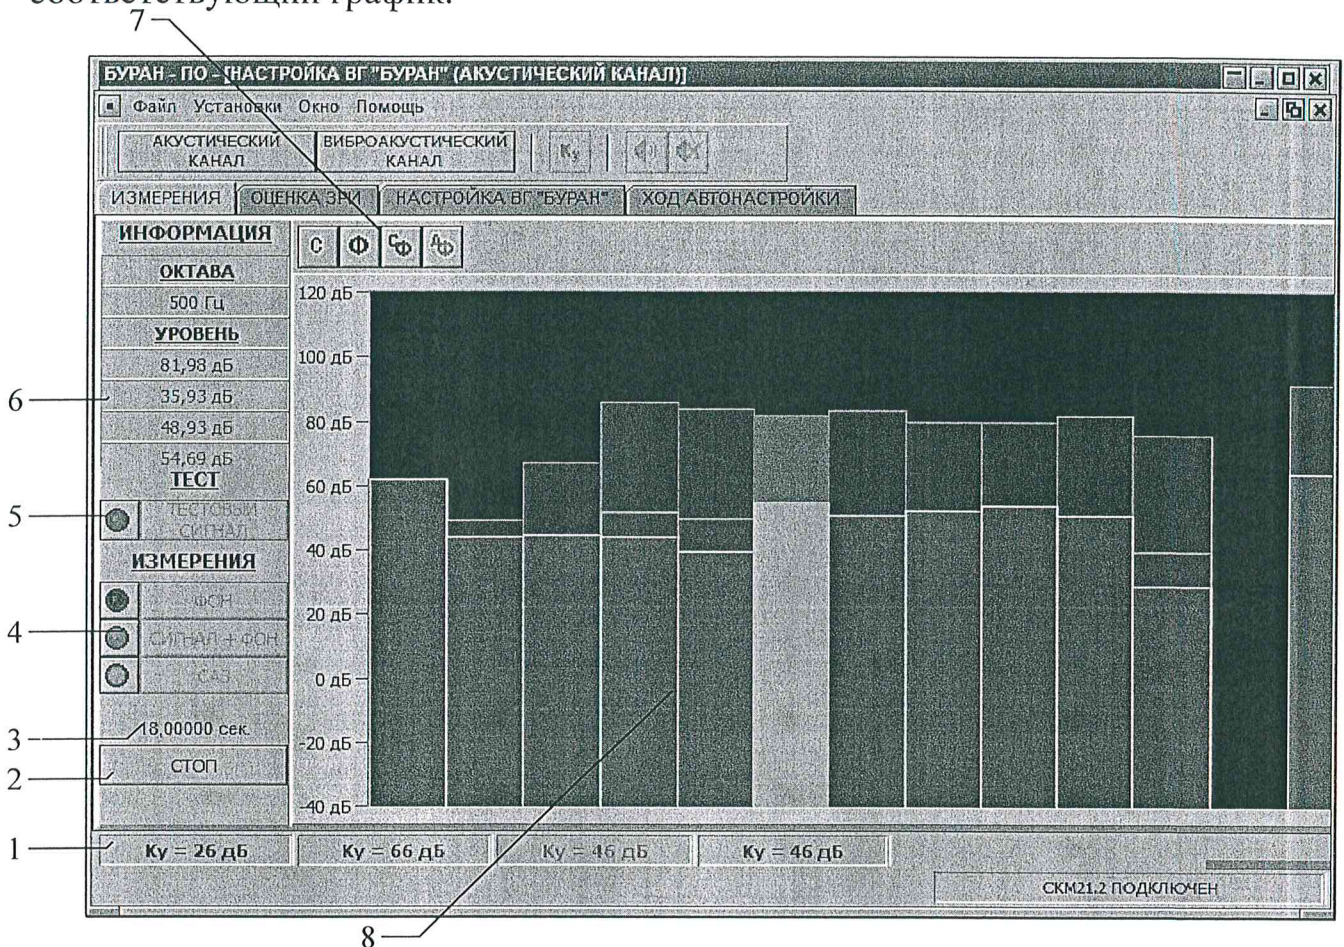

Рисунок 31 – Вид экранной формы «АКУСТИЧЕСКИЙ КАНАЛ» с вкладкой «ИЗМЕРЕНИЯ»
7.13.8.2 Нажать вкладку «ИЗМЕРЕНИЯ», после чего на монитор «выводится» экранная форма, общий вид которой приведен на рис. 31, а назначение элементов управления и индикации - в табл.2.
7.13.8.3 Кнопками «запуска» измерений (поз. 4 на рис. 31) являются три кнопки: «ФОН», «СИГНАЛ+ФОН» и «САЗ». Кнопка «ФОН» предназначена для «запуска» измерения уровня акустического фона в контрольной точке. Кнопка
7.13.8.4 Кнопка запуска «ТЕСТОВЫЙ СИГНАЛ» (поз. 5 на рис. 31) предназначена для «запуска» измерения уровня тестового акустического сигнала при размещении измерительного микрофона на расстоянии одного метра от источника сигнала.
В информационном поле значений измеряемых параметров (поз. 6 на рис. 31) отображаются среднегеометрические частоты выбранной октавной полосы и значения октавных уровней сигналов. Выбор полосы производится с использованием манипулятора «мышь».
7.13.8.6 Кнопки управления отображением спектрограмм (поз. 7 на рис. 31) позволяют делать спектрограммы на экране видимыми или невидимыми. Кнопки активизируются после проведения измерений. В случае, когда кнопка зачеркнута, спектрограмма не отображается. В противном случае она «выводится» на экран спектрограмм. Для отображения или отключения спектрограммы необходимо нажать кнопку того же цвета, что и спектрограмма, с использованием манипулятора «мышь».
Порядок измерений следующий. В поле «ИЗМЕРЕНИЯ» (поз.4 рис. 31) при нажатии одной из кнопок («ФОН», «СИГНАЛ+ФОН», «САЗ»), а также при нажатии кнопки «ТЕСТОВЫЙ СИГНАЛ» в поле 5 появляется индикатор текущего времени измерения (поз. 3 рис. 31) и активизируется кнопка «СТОП» (поз. 2 рис. 31). Остановка измерений производится нажатием кнопки «СТОП».
В ходе проведения измерений уровня тестового сигнала («ТЕСТОВЫЙ СИГНАЛ» - поз.5 рис. 31) и смеси «СИГНАЛ+ФОН» (поз.4 рис. 31) источник тестового сигнала должен быть включен, а при остальных измерениях выключен. При измерении уровня сигнала, формируемого системой «БУРАН» (САЗ), соответственно следует включить виброгенератор «БУРАН».